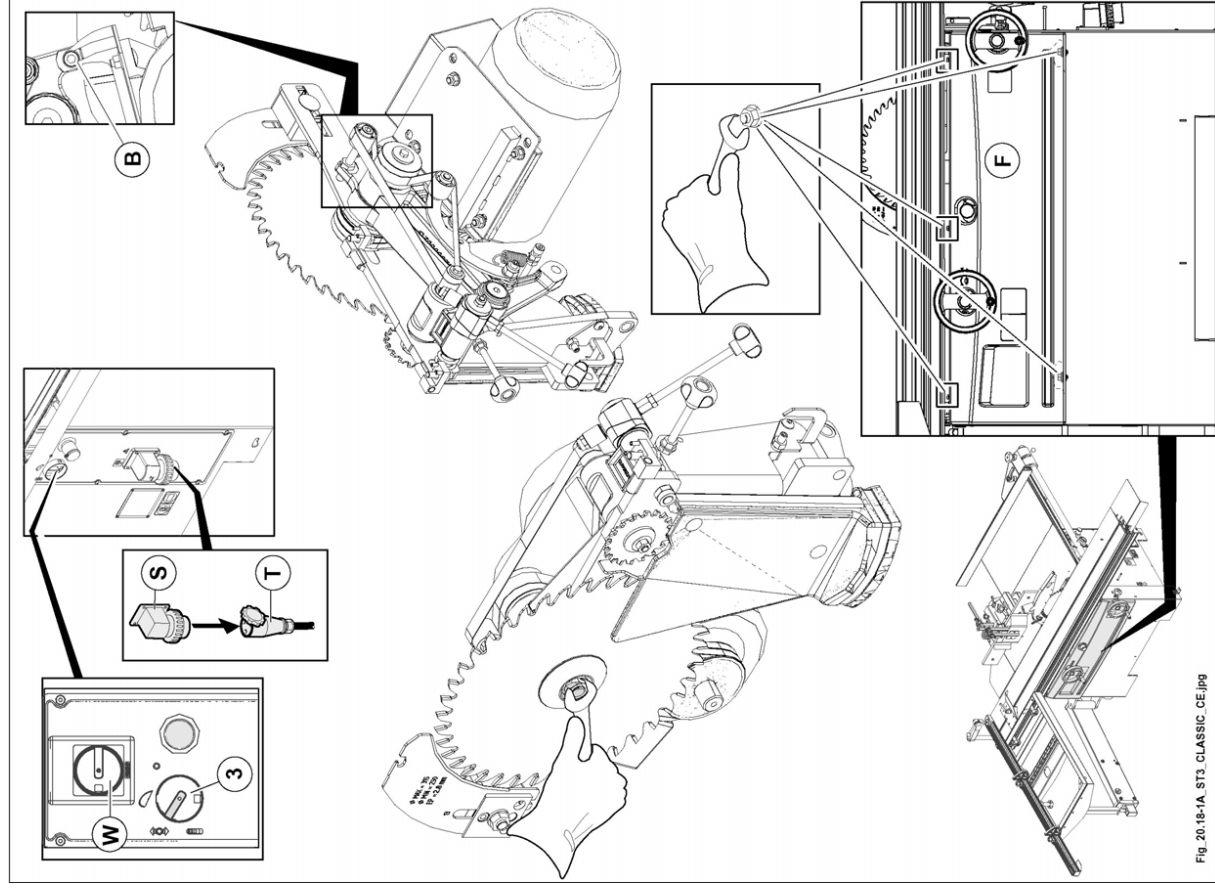

Abb.20.18-1-A
- stecker (S Abb. 20.18-1-A) an Steckdose (T Abb. 20.18-1-A) anschließen
- wählswitcher (3 Abb. 20.18-1-A) auf (I) drehen
- die Motorbremse lösen. Dazu den Wahlschalter (W Abb. 20.18-1-A) in Schaltstellung "I" drehen.
(Fig. 20.18.1-A, 0.01)
- Den vorderen Schutz ausbauen (F Abb. 20.18-1-A).
- Die Schraube (B Abb. 20.18-1-A) lösen.
- Den Motor nach oben drücken und die Schraube (B Abb. 20.18-1-A) festziehen.
- Die Schraube (B Abb. 20.18-1-A) lösen und die Riemen spannen (siehe Abschn. 20.23).
- Die Schraube (B Abb. 20.18-1-A) festziehen.
- Den vorderen Schutz (F Abb. 20.18-1-A) wieder einbauen.